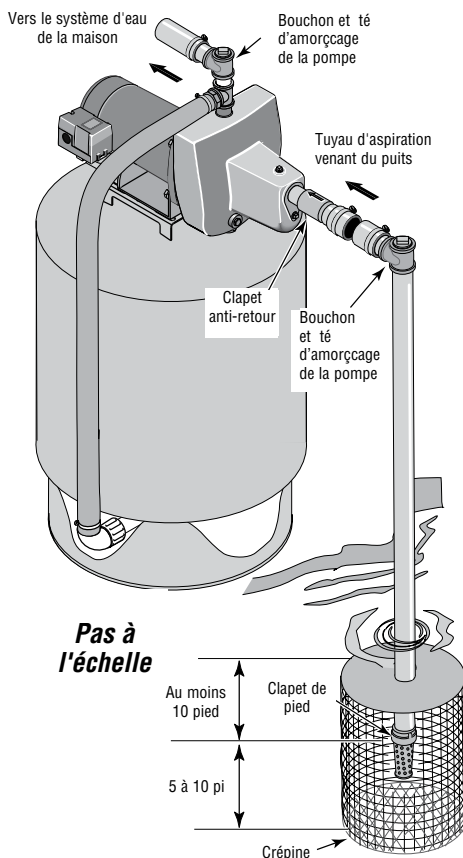

Figure 3 : Installation pour les eaux de surface
INSTALLATION DANS LE CAS D'EAUX EN SURFACE (Figure 3)
- 2 ° Assembler le clapet de pied et le tuyau d'aspiration (voir la Figure 3). S'assurer que le clapet de pied fonctionne librement. Utiliser du ruban d'étanchéité en PTFE pour filetage sur les raccords de tuyaux filetés. Poser une crépine autour du clapet de pied pour le protéger contre les poissons, les déchets, etc. (voir la Figure 3).
- 4 ° Poser le té d'amorçage, le bouchon d'amorçage et le tuyau d'aspiration sur la pompe (voir la Figure 3). Supporter le tuyau de façon qu'il ne soit pas cintré afin qu'il n'exerce pas de contraintes sur le corps de la pompe; de plus, il doit être légèrement incliné vers le haut, du puits jusqu'à la pompe (les points hauts risquent de causer des poches et des bouchons d'air dans la pompe). Rendre étanches les joints du tuyau d'aspiration avec du ruban d'étanchéité en PTFE pour filetage. Les raccords doivent être étanches à l'air et à l'eau. *Si le tuyau d'aspiration aspire de l'air, la pompe ne pompera pas l'eau du puits.*